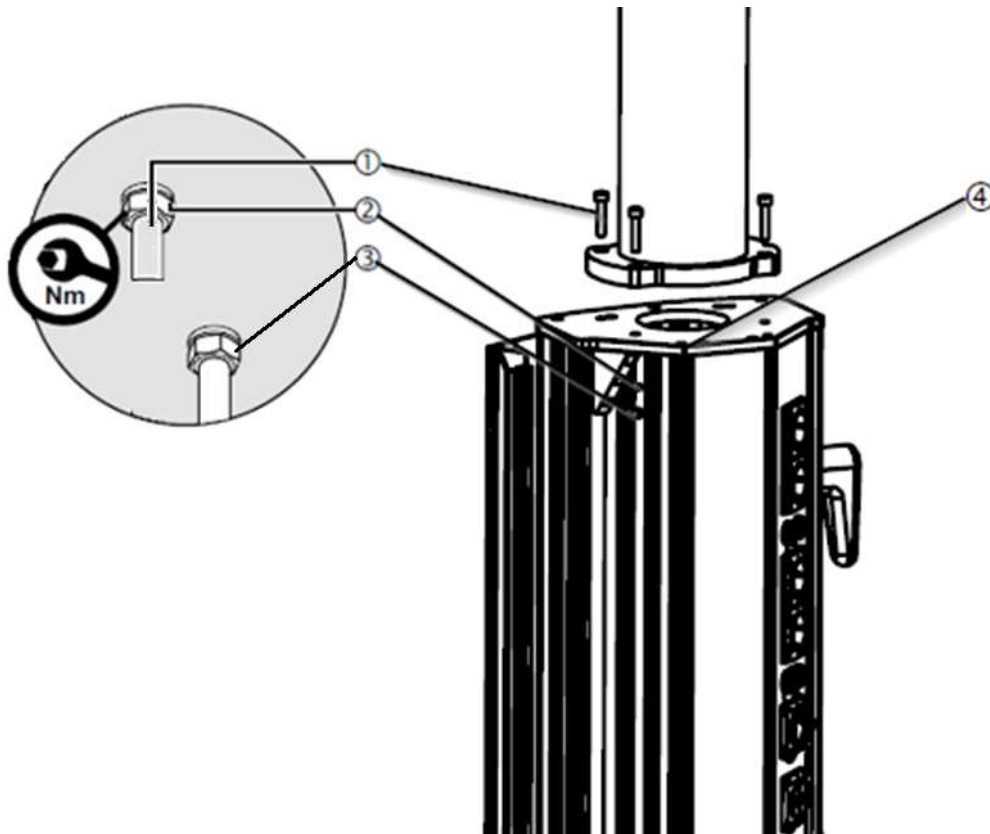

Abb. 20 Montage des Servicekopfes auf dem Fallrohr.
- Öffnen Sie eine der seitlichen Abdeckungen des Servicekopfes ①, indem Sie die Zylinderschrauben M4x16 ④ oben und unten entfernen. Nun kann die seitliche Abdeckung wie in Abbildung 20 gezeigt geöffnet werden, sodass das Innere des Servicekopfes sichtbar wird.